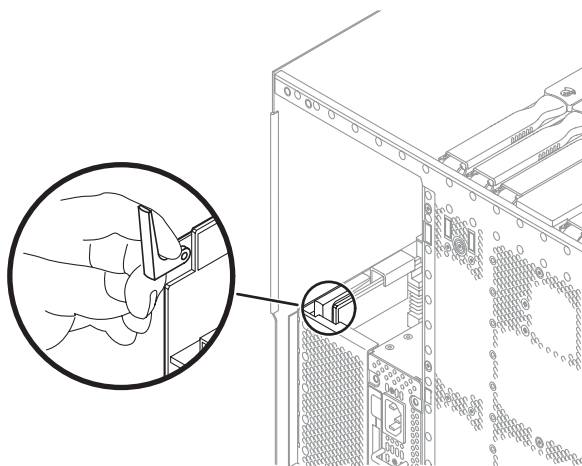

図 8-5 配電盤の取り外しレバーのラッチの解除
10. 配電盤の取り外しレバーを垂直になるまで起こします (図 8-5)。
7. 取り外しレバーを水平にします (図 8-5)。